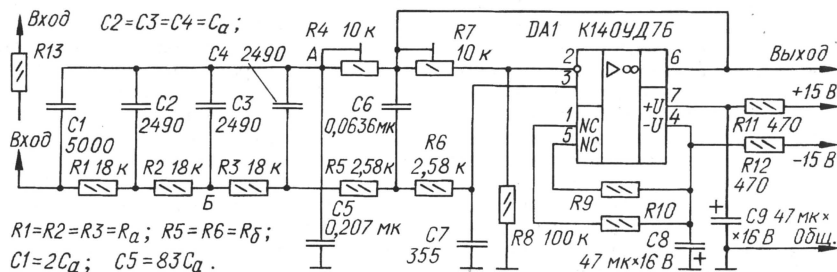

Рис. 1
Параметры активных ФНЧ, собранных по схеме рис. 1, для случая I представлены в таблице под номерами 1—7, а для случая II ($R_6/R_a = 4 \dots 10$) — 8—12. АЧХ фильтра 12 — кривая 3 на рис. 3. Тут же изображены АЧХ пассивного РС ФНЧ (кривая 1), активного ФНЧ с полюсом затухания (2) и активного ФНЧ второго порядка при отключенном звене РС ФНЧ с полюсом затухания (4).